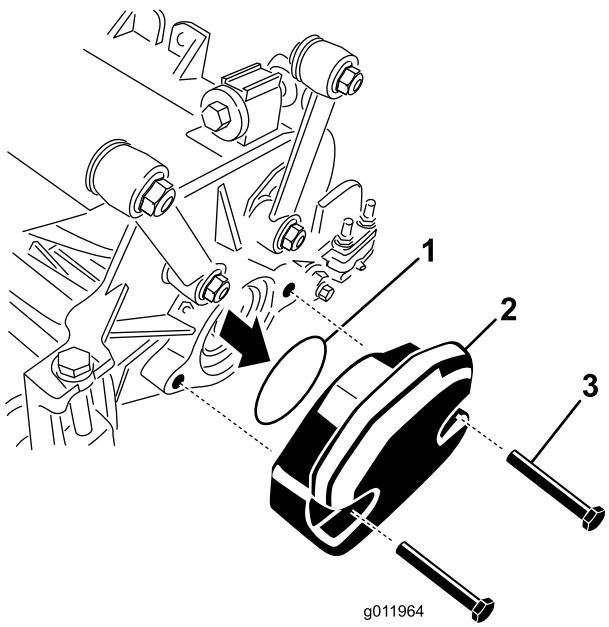

図 6
1. 番のカッティングユニットでは、カウンタウェイトをカッティングユニットの左側に固定しているキャップスクリュ(2本)を取る。カウンタウェイトを取り外す図6。